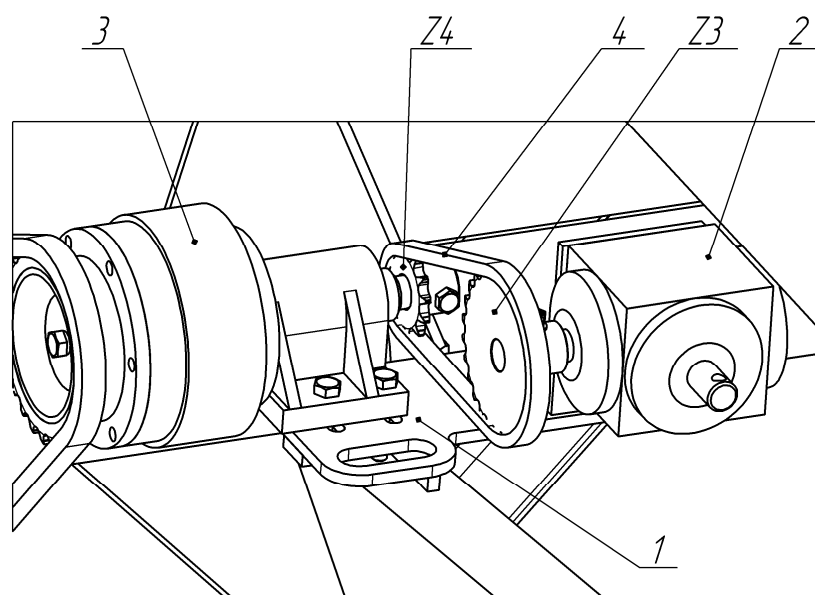

Рис.11 Установка цепной передачи
4.12. На кронштейн крепления углового редуктора поз.1 рис.11 закрепить, ранее демонтируемый, угловой редуктор поз.2. На свободный вал электромагнитной муфты поз.3 установить звездочку Z4, а на вал углового редуктора поз.2 установить звездочку Z3 и соединить их цепью поз.4. С помощью кронштейна крепления углового редуктора поз.1 натянуть цепь привода электромагнитной муфты поз.3 и цепь поз.4 привода угловой редуктор поз.2, а затем, с помощью болтов М12х65 зафиксировать всю конструкцию.